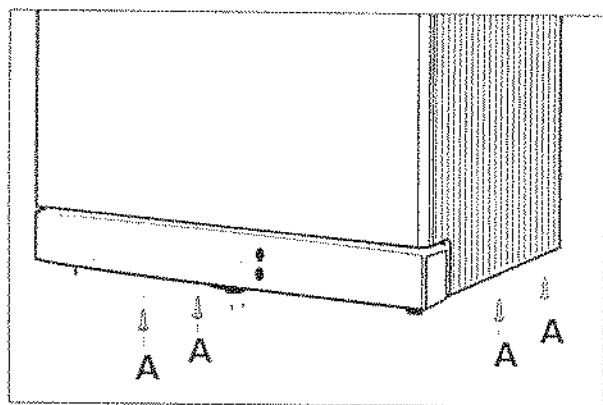

Fig. 9
- Dévisser les 4 vis "A" (fig. 9) de fixation de l'habillage ;
- Mettre en place les différents joints, "G" sur le gaz, plus le filtre eau "F" sur l'eau froide, et serrer les raccords des tubes de liaison (fig. 9 a).
Fig. 9 a